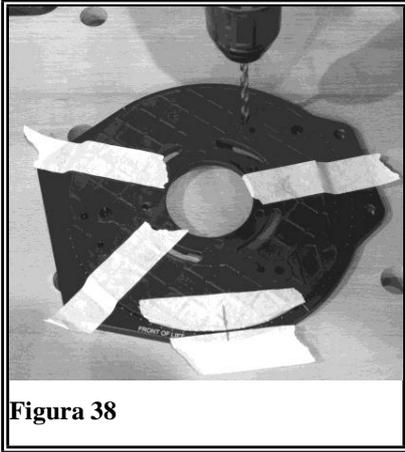

Figura 38
6. Con una punta di dimensioni pari al diametro dei fori nella piastra della fresatrice, riportare i punti in cui forare la piastra senza fori. Segnare leggermente la posizione dei fori usando un trapano, poi rimuovere la base della fresatrice e terminare i fori. Dall'altro lato della piastra senza fori, svasare i fori appena fatti in modo da permettere il montaggio delle viti per la base della fresatrice. Potrebbe essere necessario utilizzare delle viti non in dotazione (Figura 38).